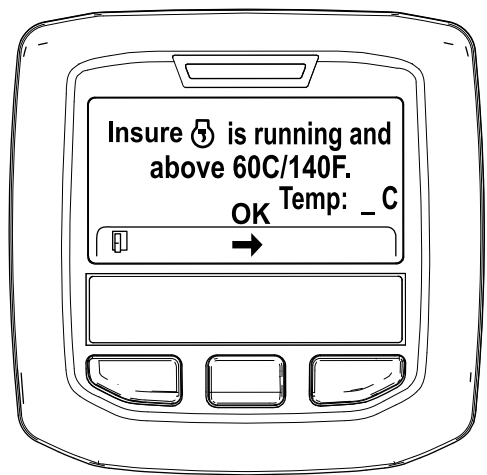

図 51
5. 冷却液の温度が 60°C (140°F) 未満の場合には、Insure is running and above 60C/140F” エンジン作動と冷却水を確認と表示される 図 51。